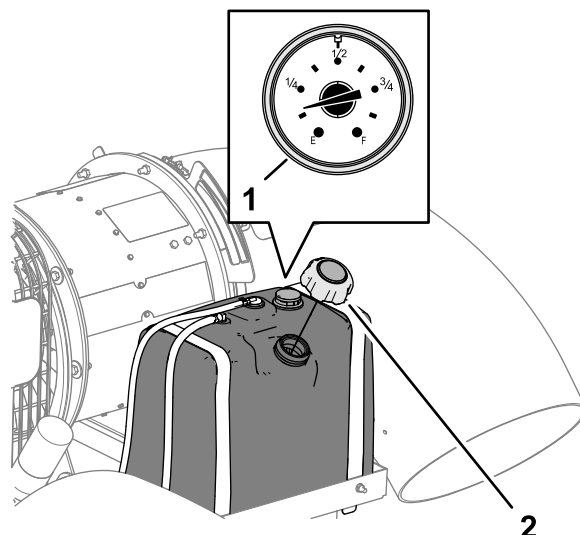

Figure 13
2. Nettoyez la surface autour du bouchon du réservoir de carburant et enlevez le bouchon (Figure 13).
4. Revissez fermement le bouchon du réservoir de carburant (Figure 13).